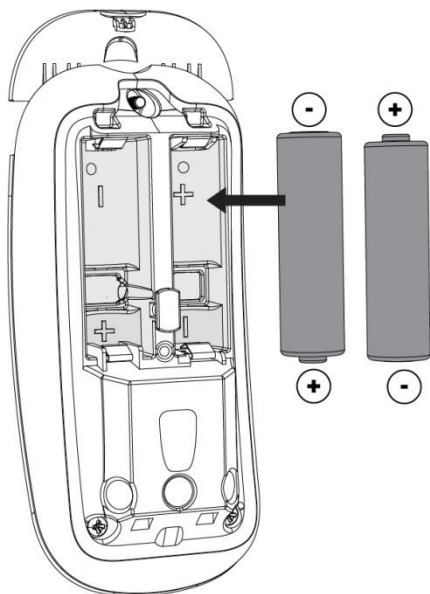

Figure 3
4. Placez les piles comme indiqué dans la figure 3.